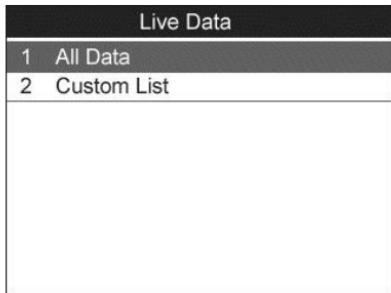

Figura 12.7
- 1) En el menú de datos en tiempo real (Figura 12.7), utilice el botón de desplazamiento **ARRIBA/ABAJO** para seleccionar **Todos los datos**, y pulse el botón **OK**.
- 1) Para obtener datos de sensores en tiempo real personalizados, utilice el botón de desplazamiento **ARRIBA/ABAJO** para seleccionar **Lista personalizada** del menú **Datos en tiempo real** (Figura 12.7) y pulse el botón **OK**.